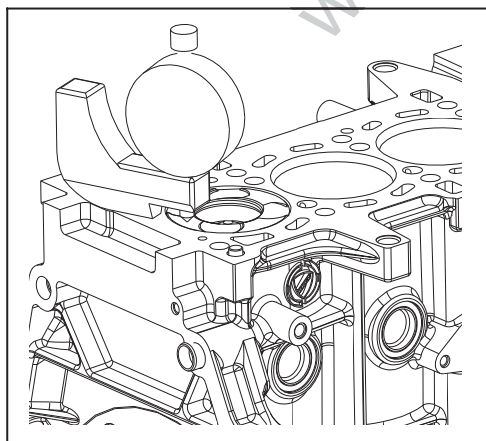

图 6-1
1、如图 6-1, 使用百分表对各缸活塞凸出量进行检测, 将活塞旋转至上止点, 在活塞顶面检测平行活塞销方向的两个点, 取两者中的平均值; 再在缸体上端面上测三个点, 求三点的平均高度; 计算出活塞高度平均值与缸体平面高度平均值的高度差, 用相同的方法, 检测出其它活塞高度差, 平均值高度差的最大值即为活塞凸出量。